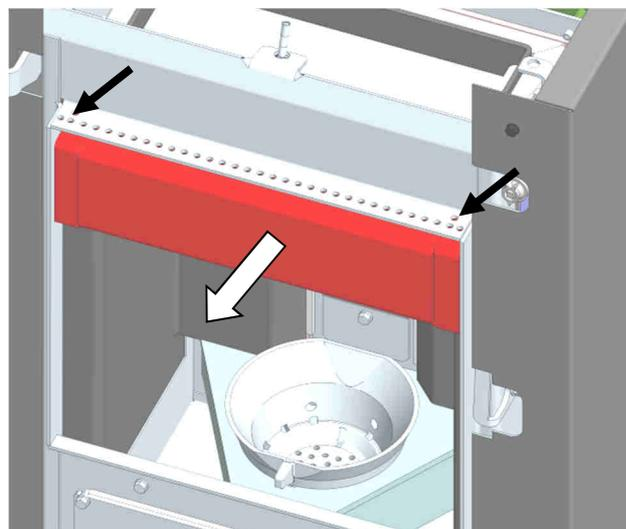

Fig. 75 : démontage de la tôle de déflexion
2. Dévisser les deux vis de la tôle de déflexion (Fig. 75 flèches noires) et déposer la tôle de déflexion.